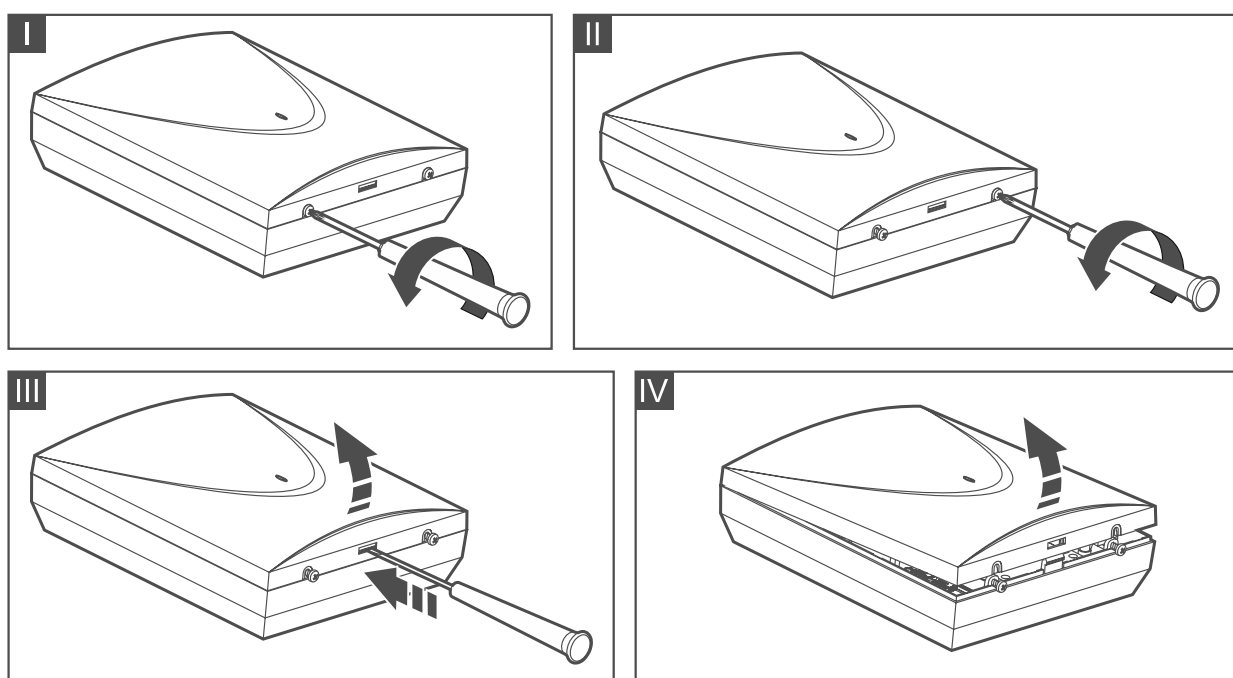

Abb. 1. Öffnen des Gehäuses OPU-2B.
1. Lösen Sie die Schrauben zur Sperrung des Deckels und nehmen Sie den Deckel des Gehäuses ab (Abb. 1).